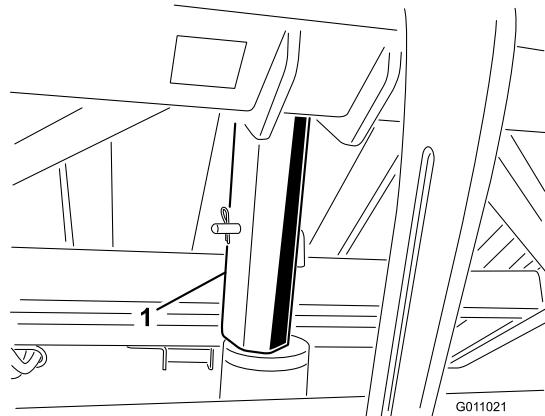

Figure 24
3. Insérez le support de sécurité du bac sur la tige du vérin, en prenant soin d'appuyer l'extrémité du support contre le corps du vérin et l'extrémité de la tige du vérin (Figure 24). Fixez le support de sécurité à la tige de vérin avec la goupille fendue et la goupille.